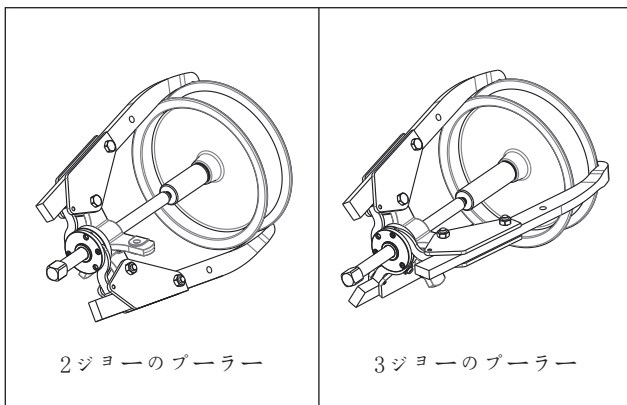

図7: プーラーの取り外し (一般的)
- プーラーまたはその他の取り外す部品にプーラーを取り付けます。例については図7を参照してください。
- 操作中は、プーラーの変形の兆候を継続的にモニタリングしてください。調整ロッドが曲がっている場合や、ジョーが変形した場合は、直ちに調節ロッドの締め付けを中止してください。図7を参照してください。